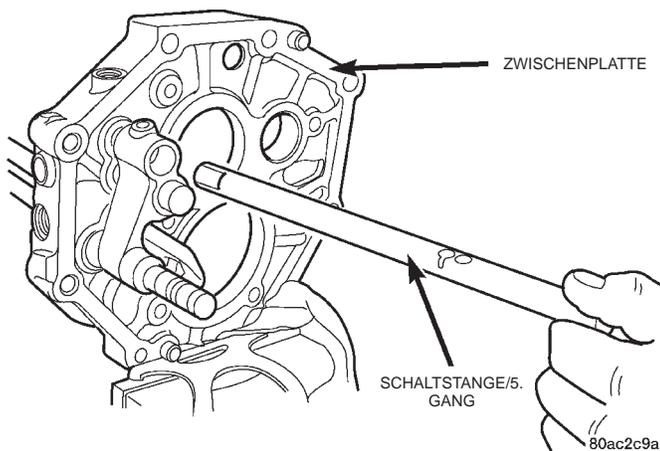

Abb. 67 Schaltstange/5. Gang ausbauen
(23) Die Schaltstange für den fünften Gang ausbauen (Abb. 67).